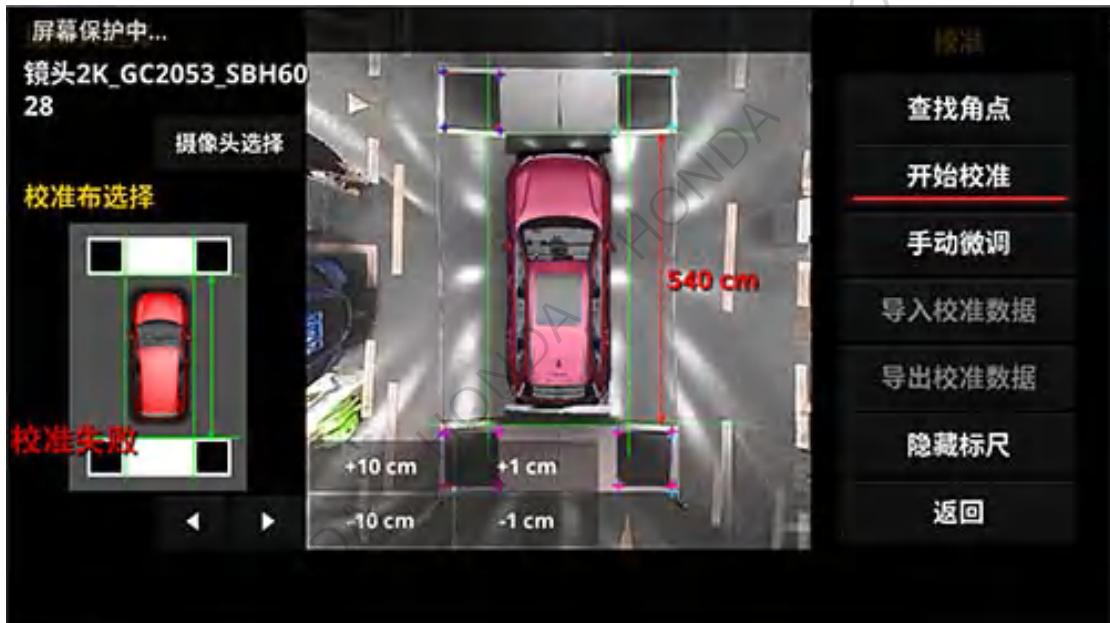

图5 标定失败(2): 校准失败
- (1) 如节3.1中将MVCS切换到自动标定界面下；
- (2) 在自动标定界面下，点击【查找角点】按钮，进入查找角点界面（见图5）；